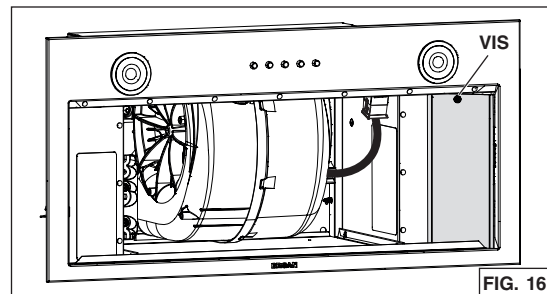

FIG. 16
3. Détacher le couvercle du compartiment électrique (en gris dans la FIG. 16) de l'intérieur de l'appareil en retirant sa vis de retenue. Retirer le sac de pièces de l'arrière du couvercle. Mettre de côté le sac de pièces et le couvercle avec sa vis.